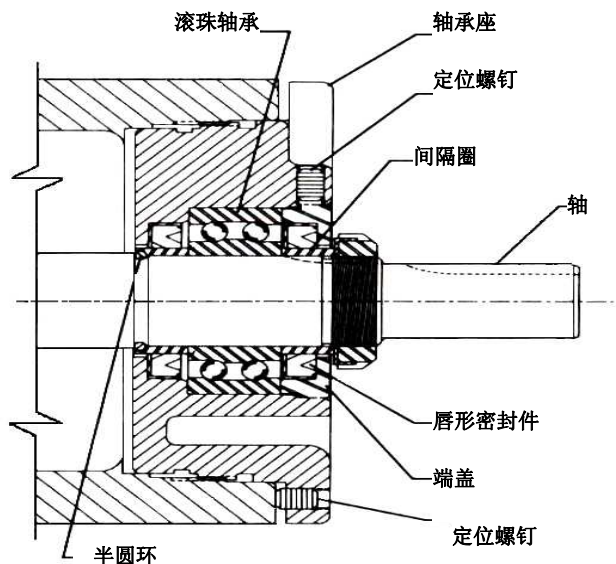

图 8
- 4. 松开轴承座表面的定位螺钉，将轴承座部件从支架上拆除。参见图 8。